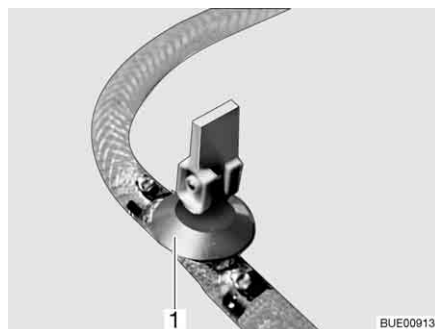
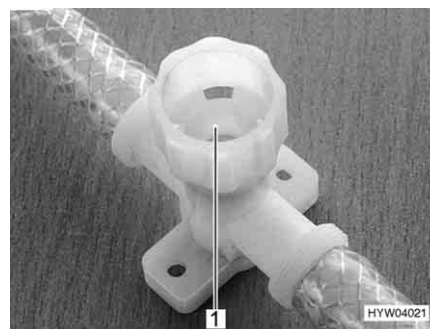

Fig. 206 Rubinetto di scarico (con leva a bilancere)
Fig. 207 Rubinetto di scarico (con tappo a vite)
- Chiudere tutti i rubinetti di scarico. Mettere la leva a bilanciere del rubinetto di scarico (Fig. 206,1) orizzontale o chiudere il coperchio del rubinetto di scarico (Fig. 207,1) in senso orario.